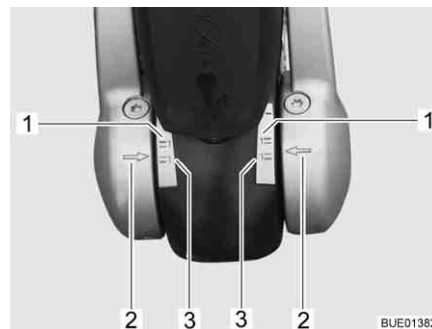

Fig. 191 Indicateur garnitures de friction gauche et droite
- Les garnitures de friction sont comme neuves quand les flèches sur le disque de pression (Fig. 191,2) se trouvent en-deçà ou sur le repère vert (Fig. 191,3).
- Les garnitures de friction sont légèrement usées quand les flèches du disque de pression se trouvent entre les repères (Fig. 191,1 et 3).
- Les garnitures de friction sont usées quand les flèches sur le disque de pression se trouvent sur ou au-delà du repère rouge (Fig. 191,1). Faire changer les garnitures de friction.